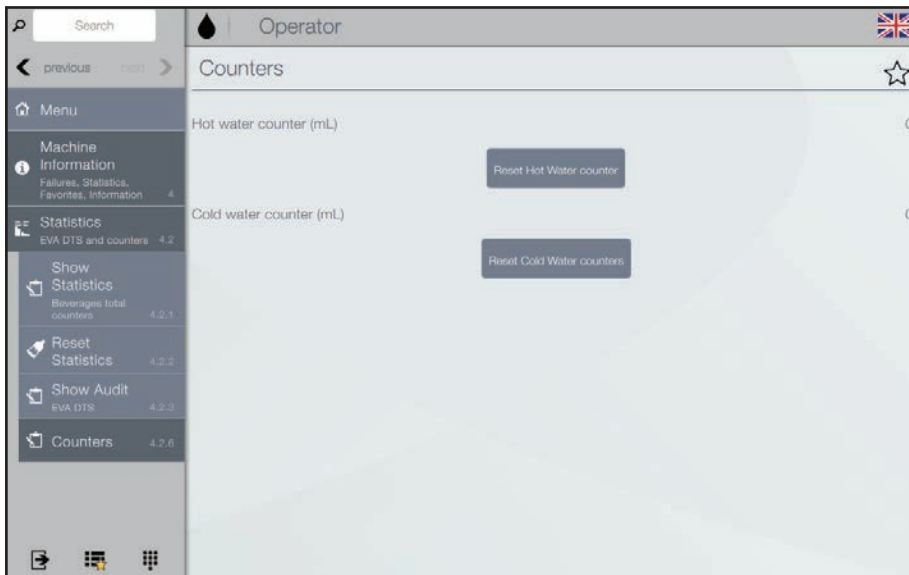

Fig. 6.14- Samlet Vandtæller
- Tryk på "Nulstil Varmtvandstæller" for at indstille varmtvandstælleren til nul (fig. 6.14)